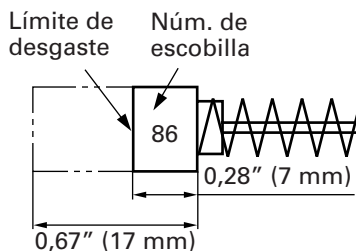

Fig. 8
4. Inspeccionar las escobillas de carbón (Fig. 8)
Al equiparse la escobilla de carbón de parada automática, el motor se detendrá automáticamente en ese momento hay que proceder a cambiar ambas escobillas de carbón por la nuevas, que tienen los mismos números de escobillas de carbón como se muestra en la Fig. 8. Además siempre hay que mantener las escobillas de carbón limpias y asegurarse de que se muevan libremente en sus porta-escobillas.
NOTA: Utilice las escobillas HITACHI Núm. 86 indicadas en la Fig. 8.